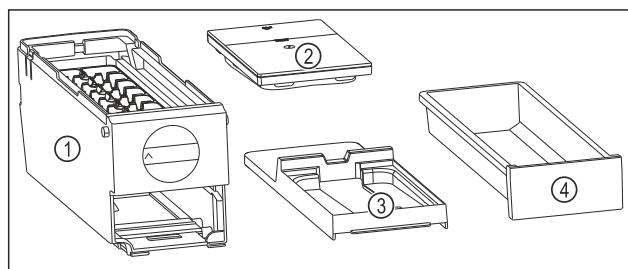

Fig. 89 Sastavni dijelovi sustava EasyTwist-Ice
- ▷ EasyTwist-Ice je rastavljen u četiri dijela. (pogledajte Fig. 89)
- ▶ Sustav EasyTwist-Ice rastavite samo u dijelove prikazane slikom. (pogledajte Fig. 89)
- ▶ Tijelo sustava EasyTwist-Ice Fig. 89 (1) čistite kao cjelinu.